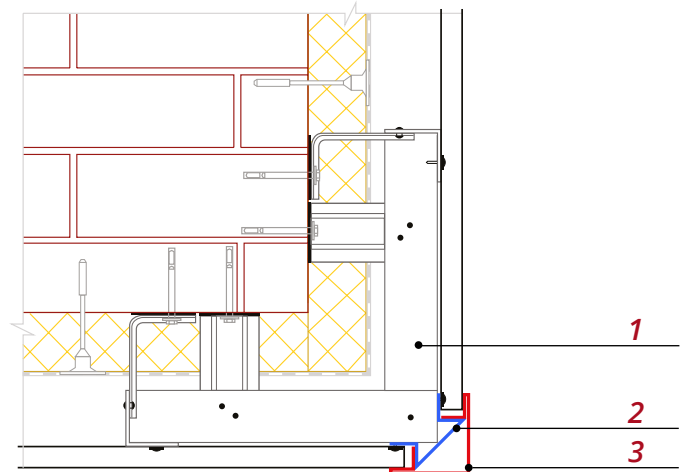

Рис. 8
- Установите дополнительные горизонтальные крепежные профили обвязки угла **1** (рис. 8).
- После монтажа панелей зафиксируйте Планку угла внешнего верхнюю **3** (рис. 8) на нижней. Это можно сделать двумя способами: